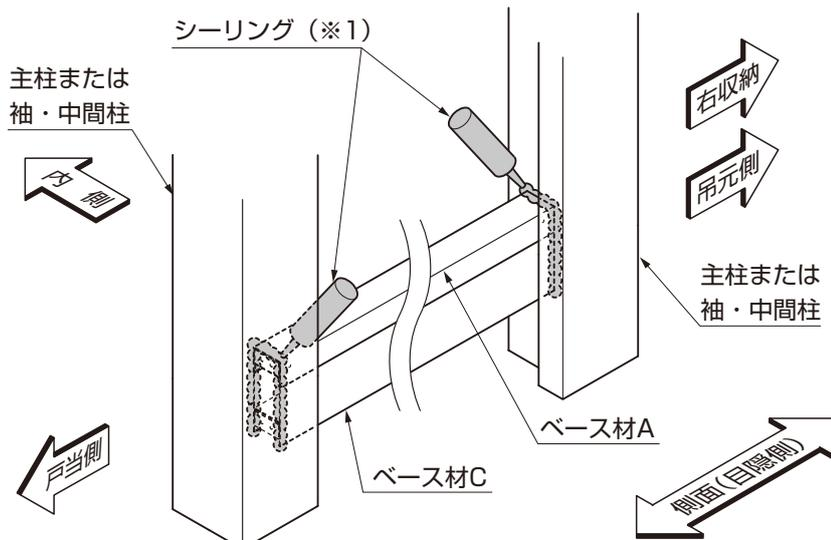

図3-1 ベース材 (折戸パネル) シーリング箇所
- ①ベース材にシーリング (※1) をしてください。(図3-1参照)